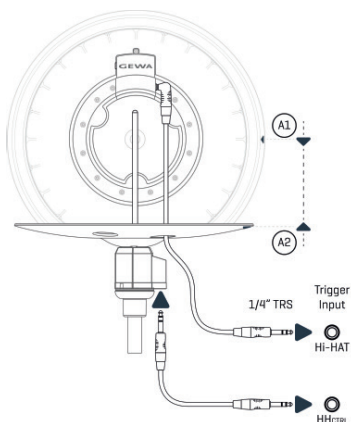

Abbildung 4
- 1 Stecken Sie das Stereokabel (2 x gewinkelt) gemäß *Abbildung 4* in die Buchse am Top Cymbal, welche näher am Mittelloch liegt.
- 5 Verbinden Sie den geraden Stecker des Controller Kabels mit der Stereo Buchse des Controllers. (siehe *Abbildung 4*)
- 6 Verbinden Sie die freien Enden der Kabel laut *Abbildung 4* mit den dafür vorgesehenen Trigger-Eingängen ihres Drum Moduls. Die Bezeichnung an Modulen anderer Hersteller kann abweichen, es stehen jedoch im Regelfall zwei Eingänge für Becken und Controller zur Verfügung.